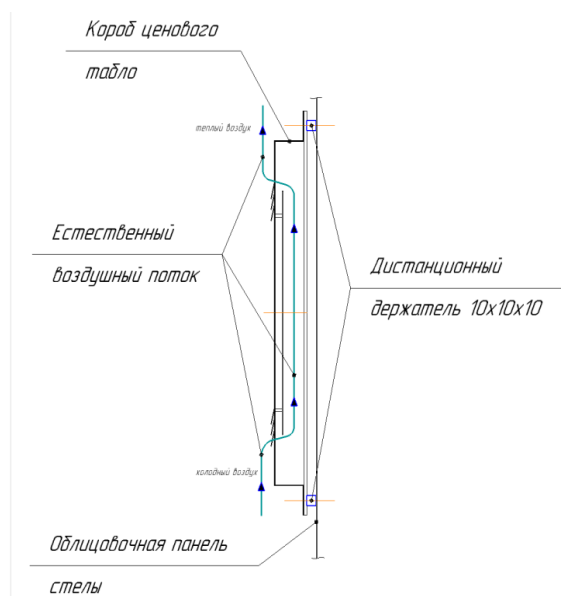

Рис.1
2.4. По вентиляции применить дополнительные требования: При отсутствии вентиляционных окошек на тыльной стороне металлического короба предусмотреть воздушные зазоры, размер которых выбрать из расчета общей площади вентиляционных отверстий 200см², где 100см² это приточная вентиляция и 100 см² – вытяжная вентиляция. (см. рис.1). Расстояние обеспечивается при помощи дистанционных держателей размером 10x10x10. При наличии вентиляционных окошек требования по воздушным зазорам не актуально.